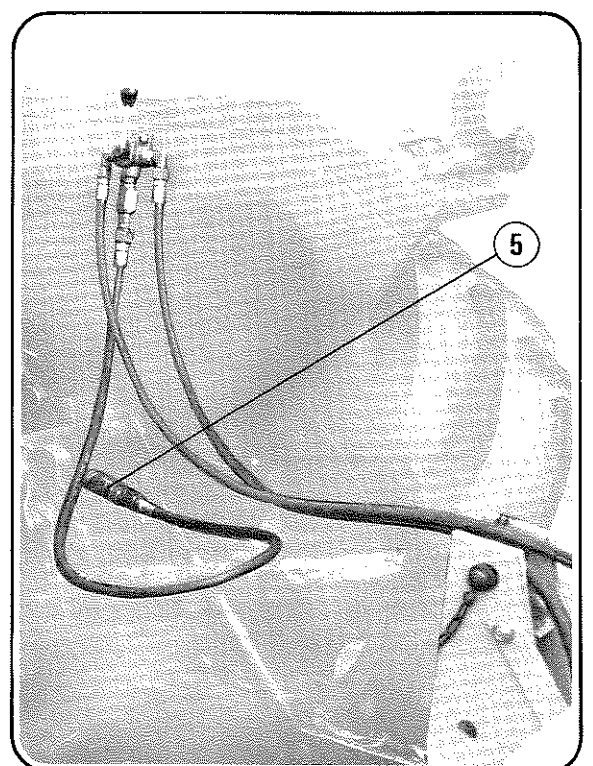

Figure 8
- Mettre en place l'axe supérieur d'éléments (H). Cet axe est en 3 parties reliées par des tubes jonction (1) à goupiller. La partie centrale d'une longueur de 1,10 m est percée à chaque extrémité, elle s'engage dans les paliers des 2 éléments centraux et dans les 2 paliers (2) du support turbine (D) ; elle porte le pignon baladeur (3) de la boîte de distances et les 2 bagues de blocage latéral (4).
- Mettre en place la chaîne de la boîte de distances. Vérifier le bon fonctionnement du tendeur (24) et de son taquet d'accrochage.
- Mettre en place les ensembles rayonneurs (1).
- Vérifier et parfaire la tension des chaînes des blocs roues (A).
- la manœuvre des rayonneurs (qui seront à brancher suivant la figure 8 pour les équipements munis d'une vanne).Attention : les ralentisseurs (5) sont destinés à FREINER LA MONTEE et non la descente.
- Assemble rowmarkers and fix them to the frame (1).
- Check chain tension of drive wheels (A) and adjust if necessary.
- If rowmarkers are working properly as well in working position as in transport position with blocking pin (6). These rowmarkers will be delivered with a distribution-valve to be fixed on the tractor as shown on fig. 8". **DO KNOW** flowrestrictors (5) are switched in the oil circuit to restrict UPWARD speed and not DOWNWARD speed.
② DOUBLE BAR MOUNTED FRAME